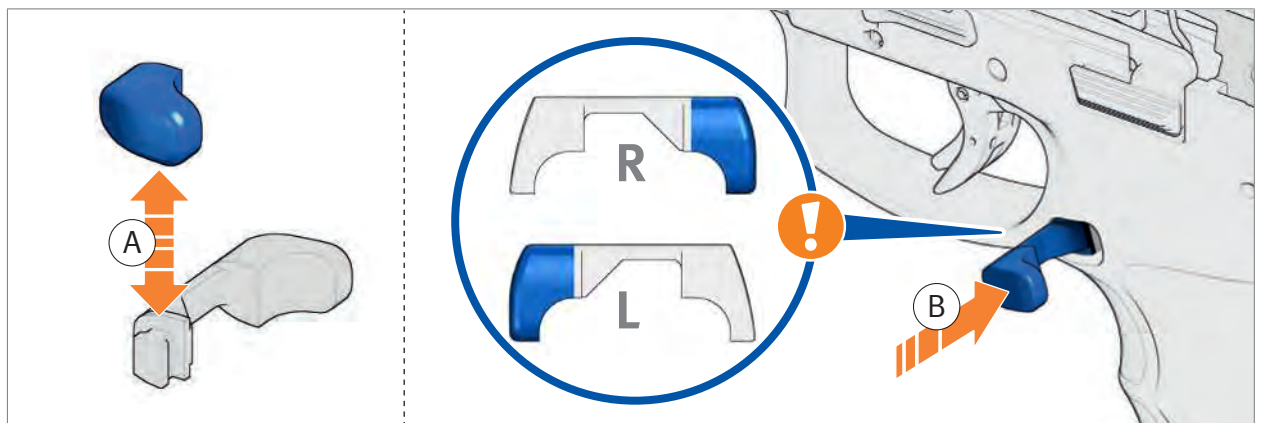

Fig. 31: Convert pushbutton
2. Convert pushbutton (*Fig. 31*).
3. Insert pushbutton (*Fig. 31*).